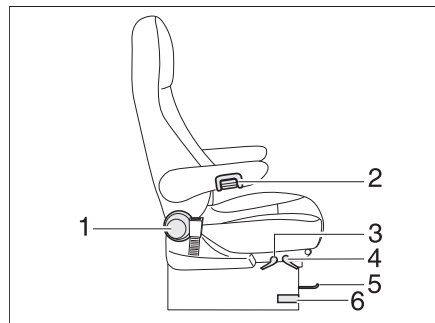

Bild 90 Fahrer- und Beifahrersitz
- Den Hebel zum Drehen des Sitzes (Bild 90,6) drücken oder ziehen. Der Sitz wird aus der Arretierung gelöst.